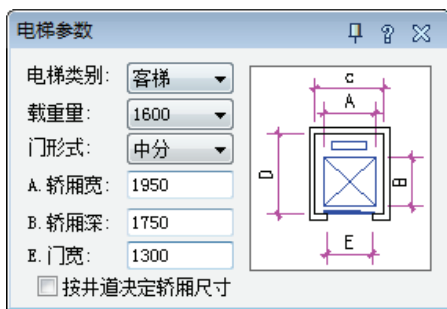

图 6-58 “电梯参数”对话框
2) 在命令行中输入“DT”命令并按〈Enter〉键，在弹出的“电梯参数”对话框中设置参数，结果如图 6-58 所示。